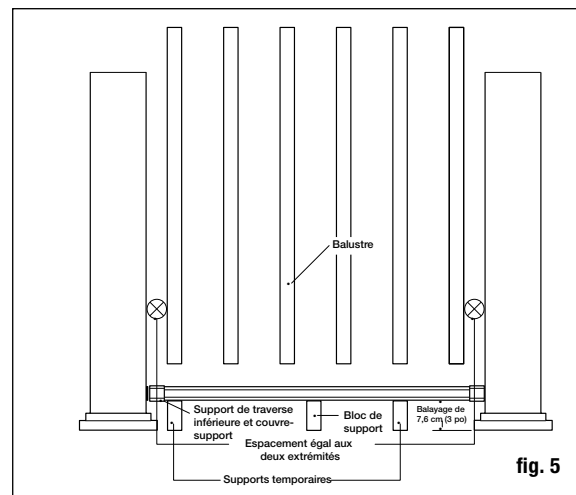

fig. 5
Étape 6 Mesurez la distance entre les manchons de poteaux installés pour déterminer la longueur des traverses du haut et du bas. Placez le panneau à coté des poteaux et ajustez afin que la distance entre le premier trou de balustre et le poteau soit plus élevée que 5 cm (2 po), puis égale aux deux extrémités (voir la fig. 5). Marquez et coupez les traverses du haut et du bas à la longueur voulue.